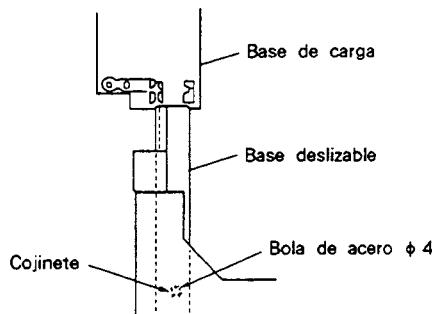
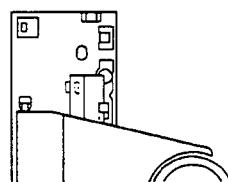

Fig. 9-9
Fig. 9-10
<p>Una vez finalizado el ajuste de reticula, vuelva a montar la bandeja del disco de acuerdo con el procedimiento siguiente.</p> <ol style="list-style-type: none"> <li>1. Extraiga el disco y el separador.</li> <li>2. Levantando el sujetador de abrazadera (marcado con ③ en la Fig. 9-4) con la mano izquierda, sujeté la bandeja con la mano izquierda como se indica en ④ y desliza la base deslizable en los acopladores de resina rígida de la base de carga como se muestra en la Fig. 9-9 para reinsertar la bandeja del disco.</li> </ol> <p>En este momento, asegúrese de sujetar la bola de acero en su lugar con el dedo índice de la mano izquierda. Además, tenga cuidado para no dañar el panel frontal con la base deslizable y el cojinete de bolas de acero (de la base deslizable).</p> <ol style="list-style-type: none"> <li>3. Inserte la base deslizable de forma que encaje en los dos acopladores de resina rígida de la parte posterior de la base de carga (consulte la Fig. 9-10).</li> <li>4. Inserte completamente la bandeja del disco.</li> </ol>